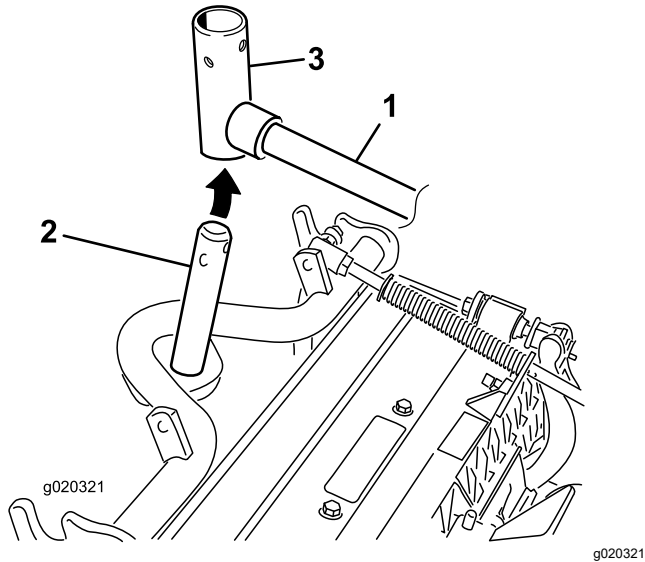

Bild 10
10. Frontmähwerke: Schieben Sie ein Mähwerk unter den Hubarm und schieben Sie gleichzeitig die Trägerschwerachse in das Gelenk des Hubarms (**Bild 10**).
- B. Setzen Sie das Hubarmgelenk in die Trägerschwerachse ein (**Bild 10**).